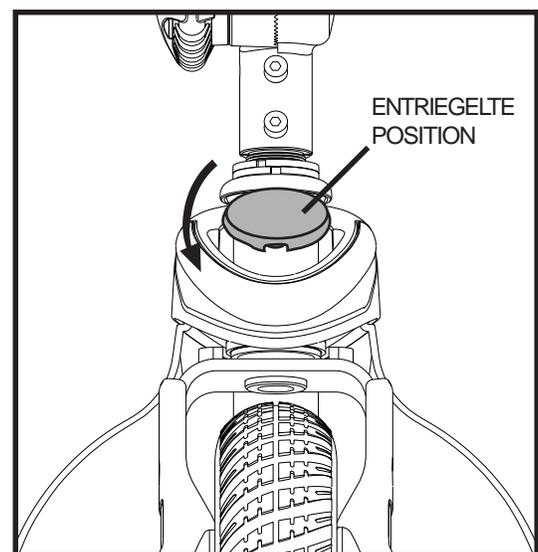

Abb. 22. Lenkersicherungshebel (Entriegelt)
6. Entsichern Sie das Vorderrad, indem Sie den Lenkersicherungshebel 90° gegen den Uhrzeigersinn drehen. **Siehe Abb. 22.**